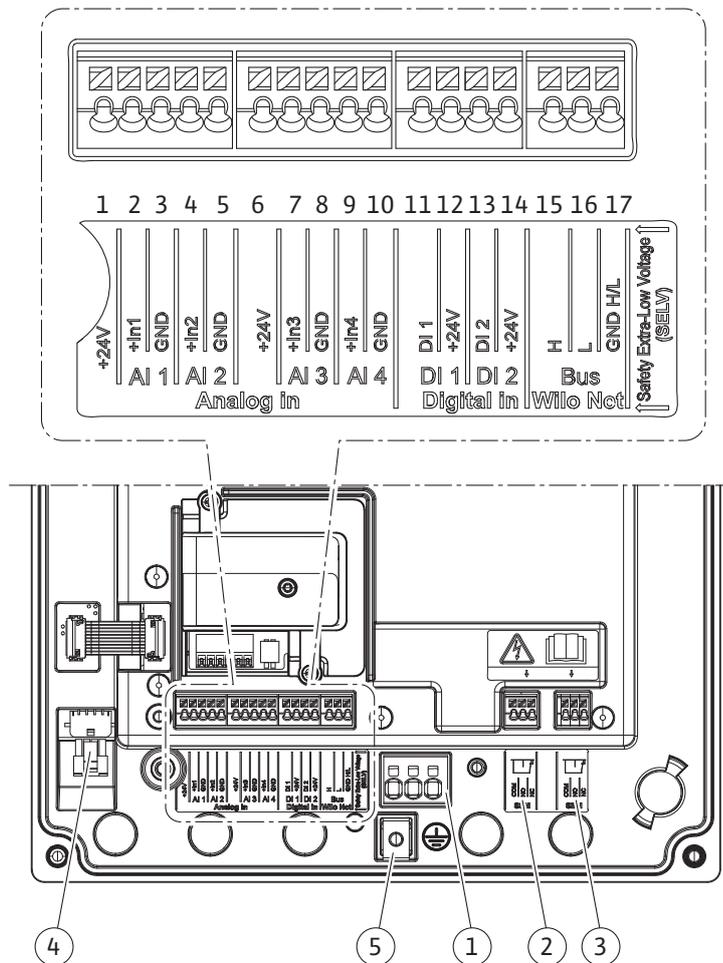

Fig. 19: Yleiskatsaus Liittimet modulissa
4. Vie liitäntäkaapelit kaapelin holkkitiivisteen M25 (Fig. 19, pos. 1) läpi. Kiristä kaapelin holkkitiiviste annetuilla vääntömomenteilla.